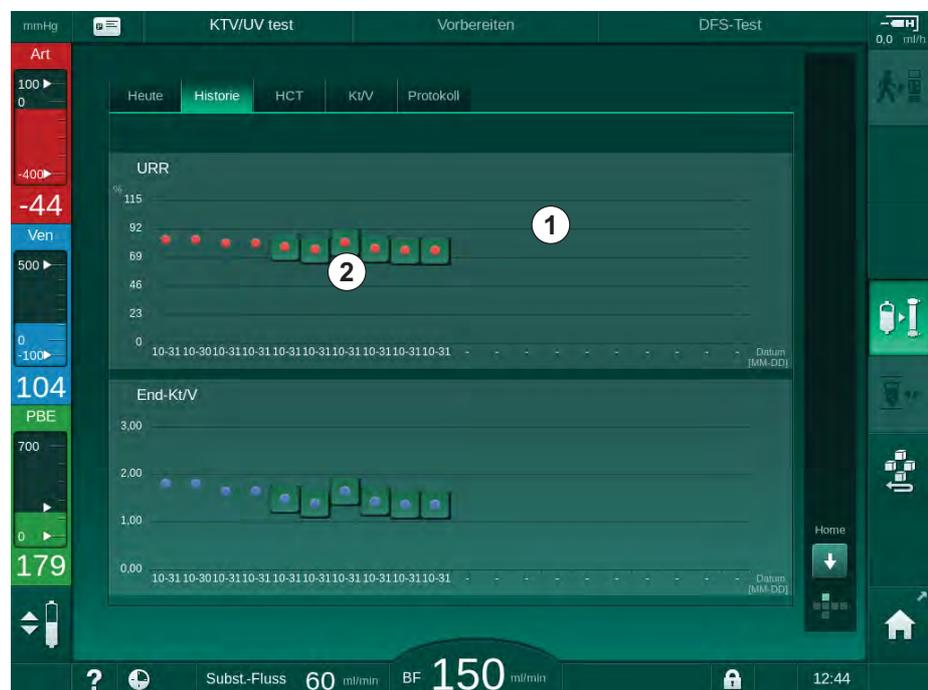

Abb. 11-11 Historie der Parameter auf dem *Info*-Bildschirm
Für die letzten 6 durchgeführten Therapien sind ausführlichere Informationen verfügbar. Nach Berühren der entsprechenden Markierung des Parameters (Abb. 11-11, ②) für ein bestimmtes Datum wird ein Trend dieses Parameters für diese spezielle Therapie angezeigt (Abb. 11-12). Die Auflösung beträgt 5 Minuten. Die Trendansicht wird durch Berühren von *Zurück* ① geschlossen.